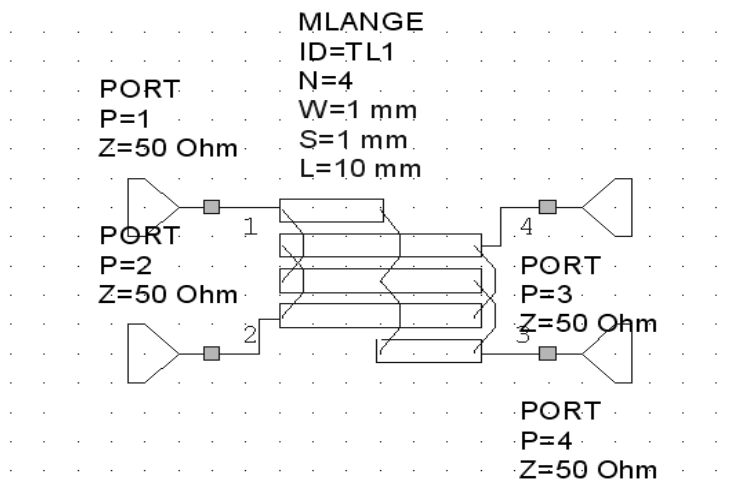

Рис. 2.5
3.3. Щелкните мышкой по значку **Port** на панели инструментов и подключите порт к плечу **1** элемента **MLANGE**. Аналогично подключите порт к плечу **2**. Затем подключите порты к плечам **3** и **4**, два раза щелкая мышкой, чтобы развернуть эти порты на  $180^\circ$ . Полученная схема показана на рис. 2.5.